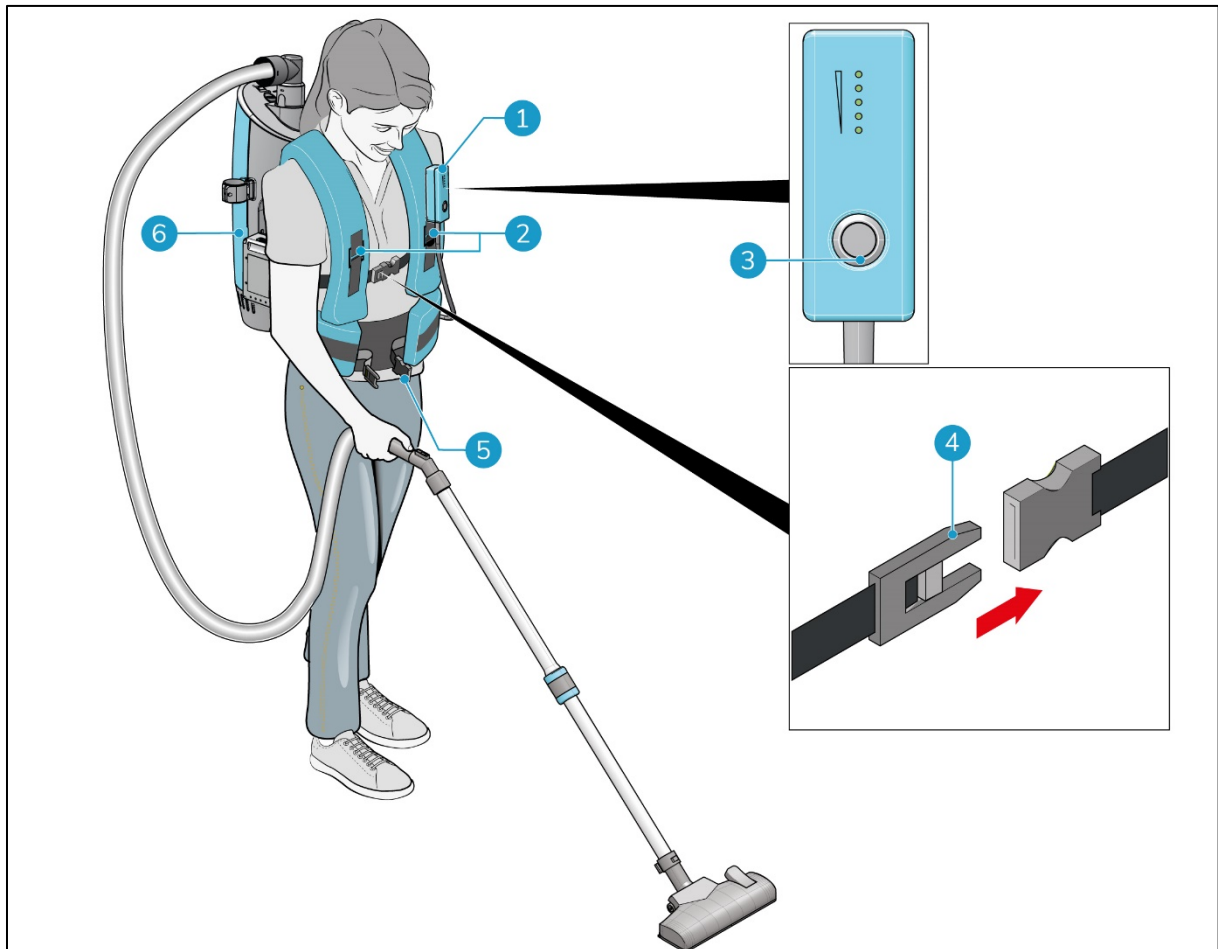

Figura 15
5. Posizionare i-move 2.5B® sulla schiena (Figura 15, pos 6).
6. Chiudere la cintura, regolarla fino a quando non si adatta comodamente (Figura 15, pos 5).
7. Stringere le 2 fibbie fino a quando non si adattano comodamente (Figura 15, pos 2).
8. Allacciare la fibbia sul davanti (Figura 15, pos 4).
9. Agganciare il telecomando alla cintura o a uno dei passanti della fibbia (Figura 15, pos 1).
10. Premere il pulsante ON/OFF (Figura 15, pos 3) per attivare i-move 2.5B.
1. Premere l'interruttore ON/OFF (Figura 15, pos 3) per spegnere i-move 2.5B®.
2. Aprire la fibbia sul davanti (Figura 15, pos 4).
3. Sganciare le due fibbie (Figura 15, pos 2).
4. Aprire la cintura (Figura 15, pos 5).
5. Rimuovere il telecomando dalla cintura o da uno dei passanti della fibbia (Figura 15, pos 1).